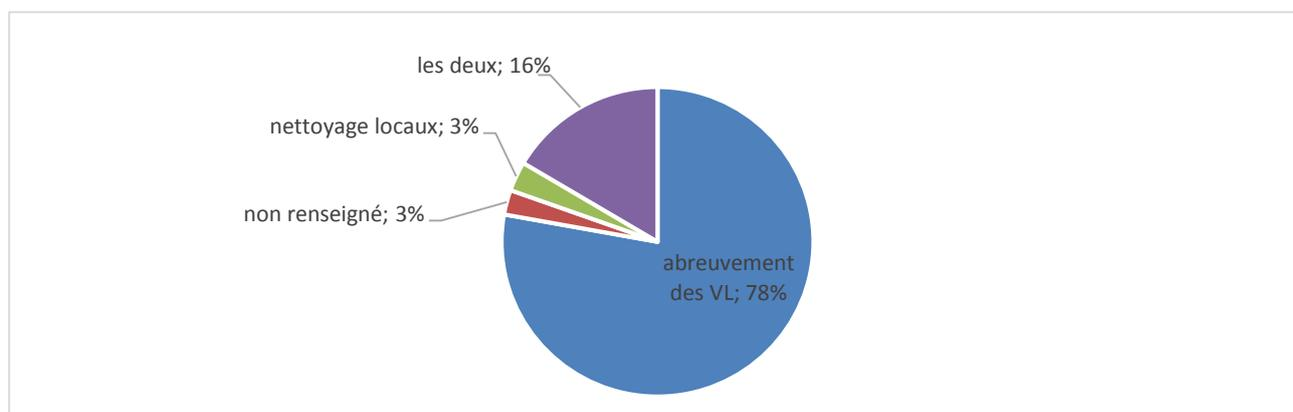

Figure 4 : Moyens de valorisation de l'eau tiédie par le pré-refroidissement du lait
**94 % des éleveurs ayant installé un pré-refroidisseur utilisent l'eau tiédie pour l'abreuvement de leurs vaches laitières** (figure 4). Parmi eux, 16% complètent cette utilisation par le nettoyage des locaux de traite. Seuls quelques élevages (3%) utilisent cette eau exclusivement pour le nettoyage des locaux de traite.